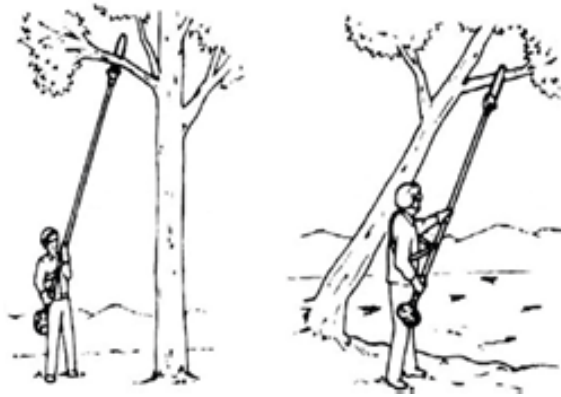

Рисунок 14. Схема розташування виробу відносно дерева перед обрізанням.
4. Підняти різальний блок руками, використовуючи пасок для перерозподілу маси на плечі та обперти блок упором корпусу на потрібну гілку (рис. 14). Непрацюючий ланцюг не має торкатися гілки.